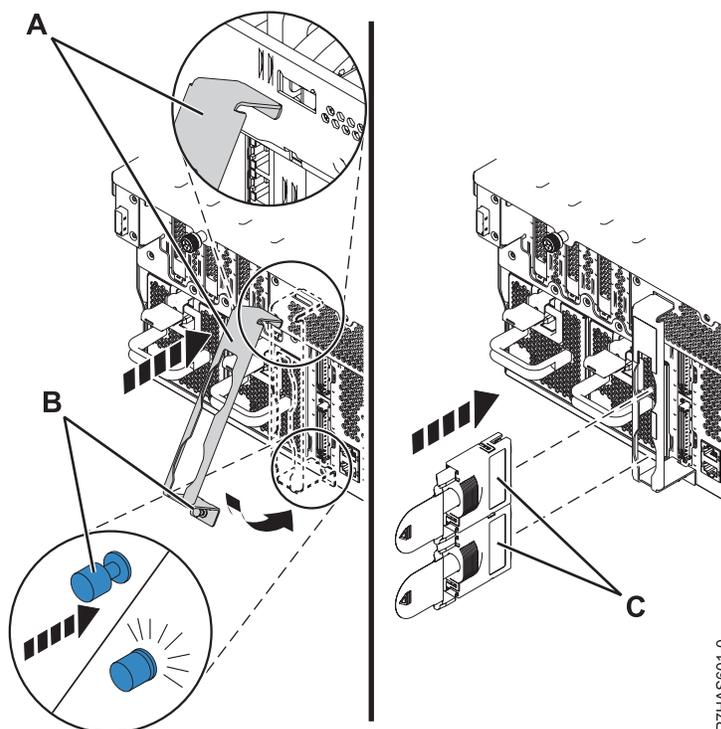

Figure 7. Installation du crochet de fixation de câble
7. Si le crochet de fixation de câble (A), illustré dans figure 7, à la page 10, est fourni, procédez comme suit :
- a. Afin de bloquer la patte inférieure dans l'emplacement du bloc, inclinez légèrement le support de câble (A) (voir la figure 7, à la page 10).
- b. Approchez le crochet de fixation de câble du châssis et poussez le dispositif de fixation (B) dans le châssis pour sécuriser le support.
8. A l'arrière du système, connectez les câbles de l'adaptateur (C).